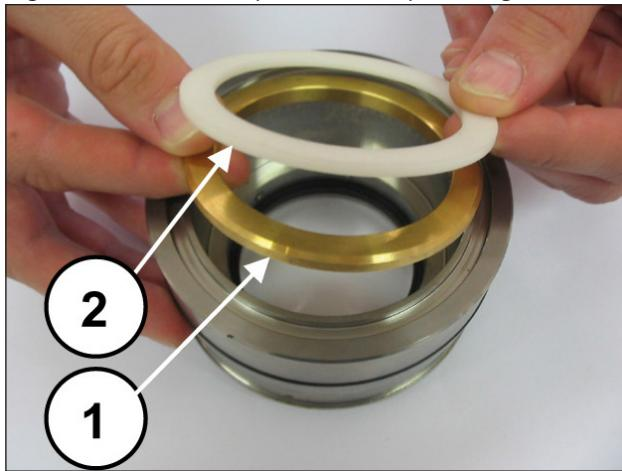

Fig. 197
Monter la rondelle d'appui et la bague anti-extrusion (rep. ①②, Fig. 197), les trois segments KC en ayant soin de les tiercer à 120° (rep. ①, Fig. 198), le segment racleur des segments KC et l'anneau pour ressort (rep. ①②, Fig. 199).